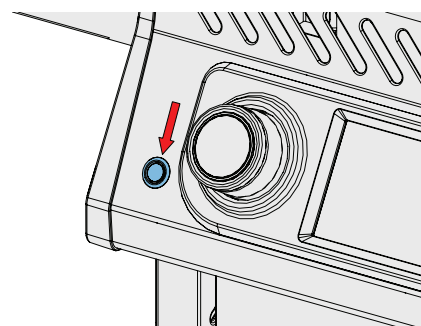

Fig. 5
1. Asegúrese de que su aparato esté encendido. (Fig. 5)